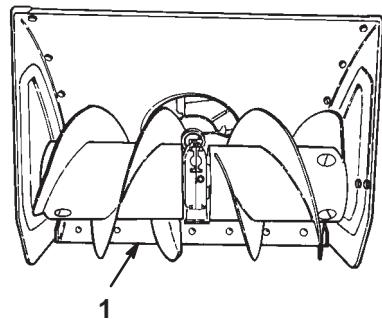

Bild 9
- Stellen Sie die Schneefräse auf einer ebenen Fläche ab und stellen Sie sicher, dass die Schürfleiste (Bild 9) parallel zum Boden steht. Wenn das nicht der Fall ist, stellen Sie die Schürfleiste ein; siehe Einstellung der Kufen und der Schürfleiste auf Seite 22.